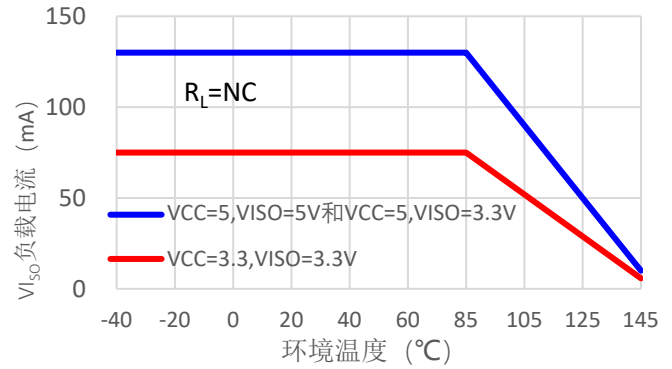

图 7.10-14
1. $DE = V_{CC}$ , $\overline{RE} = 0V$ , $DI = 0V$ 或 $V_{CC}$ ; 当 $T_A > 85^\circ C$ 时, 最大负载可用电流应适当降低, 可参考图 7.10-14、图 7.10-16 和图 7.10-18;